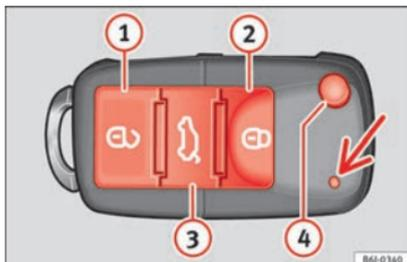

Fig. 50 Teclas de la llave con mando a distancia.
Con la tecla ④ » fig. 50 del mando, se desbloquea el espadín de la llave.
Desbloqueo del vehículo ② » fig. 50 ①.
Bloqueo del vehículo ② » fig. 50 ②.
Desbloqueo del portón trasero. Pulse la tecla ③ » fig. 50 ③ hasta que todos los intermitentes del vehículo parpadeen brevemente. Al pulsar la tecla de desbloqueo ③ ③, dispone de 2 minutos para abrir el portón. Una vez transcurrido este tiempo se bloqueará de nuevo.
Además, el testigo de la pila de la llave » fig. 50 (flecha), parpadea.
Pulsando una vez la tecla ② » fig. 50 ①, se abrirá sólo la puerta del conductor, permaneciendo el resto cerradas.
Pulsando dos veces la tecla ② » fig. 50 ①, se desbloquearán todas las puertas.
- Pulse la tecla  »» fig. 50 del mando a distancia.